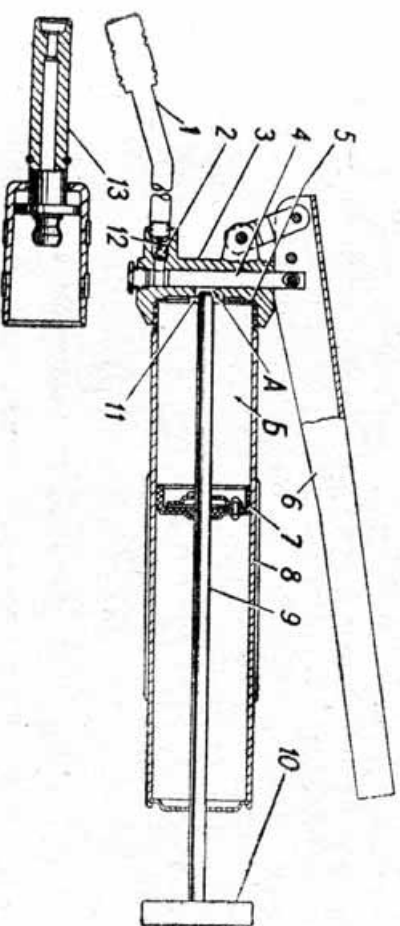

Рис. 8. Рычажно-плунжерный шприц.
**Рычажно-плунжерный шприц** (рис. 8) предназначен для ручной смазки узлов, снабженных прессмасленками. Вместимость шприца 340 см3.